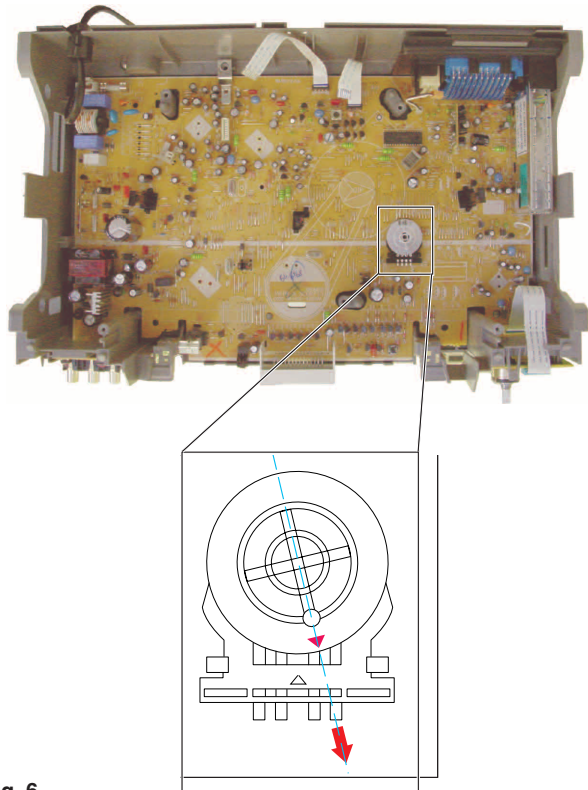

Fig. 6
- Funktionswahlschalter SW601 in die Laufwerkposition Eject drehen (Fig. 6).
- Turn the function selector SW601 in the Eject position (Fig. 6).